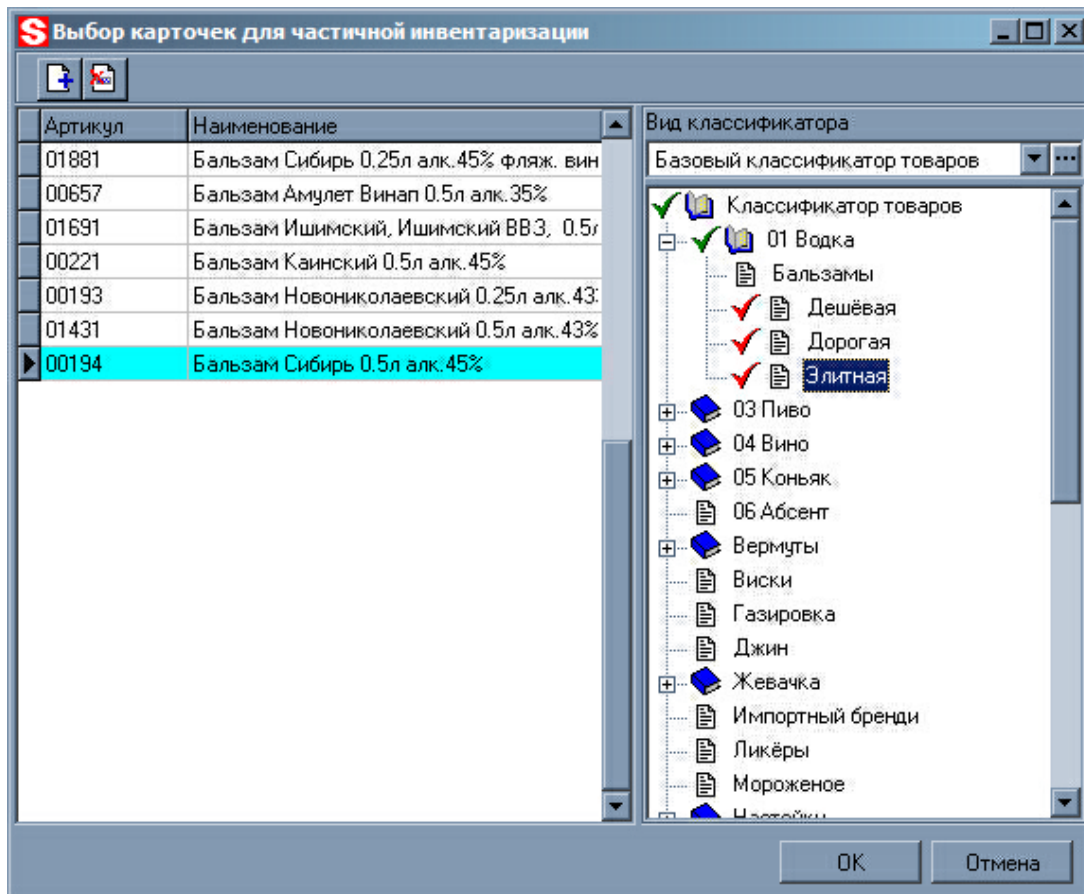

Рис. 14
5. В появившемся окне (см. рис. 14) **определить**: